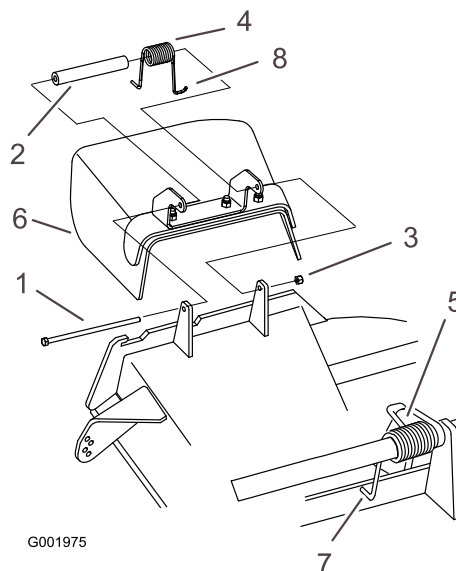

Figura 71
1. Retire la contratuerca, el perno, el muelle y el espaciador que sujetan el deflector a los soportes de pivote (Figura 71). Retire el deflector de hierba dañado o desgastado.
Nota: Asegúrese de colocar el extremo en **L** del muelle detrás del reborde de la plataforma antes de instalar el perno, según se muestra en la Figura 71.
3. Instale el perno y la tuerca. Coloque el extremo en **J** del muelle alrededor del deflector de hierba (Figura 71).